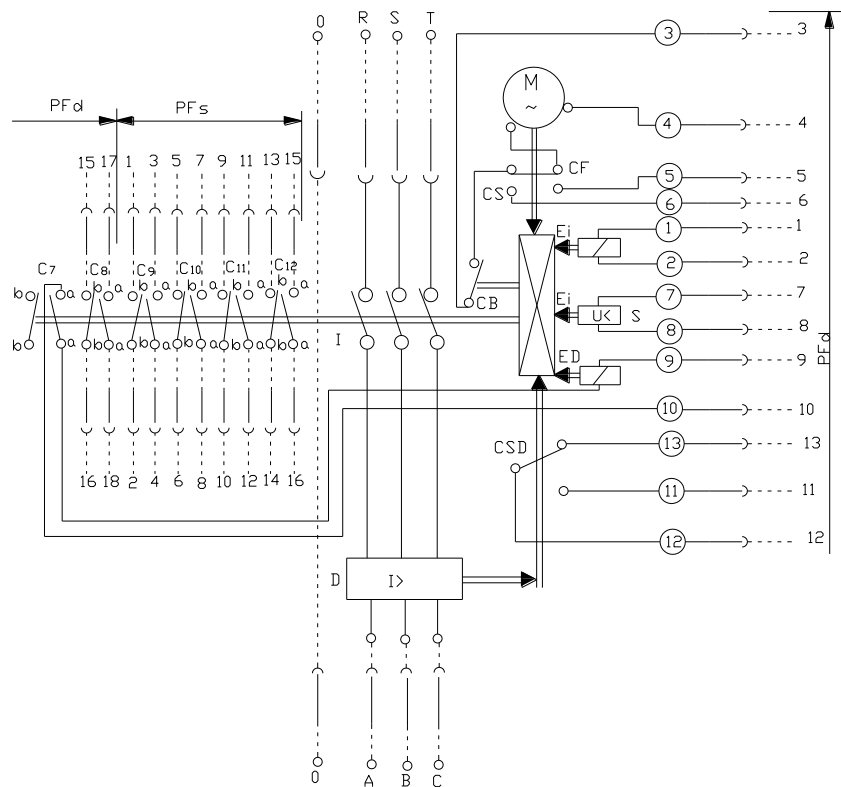

Fig. 7.7.
- protecție linii prevăzută cu ED (fig.7.7);